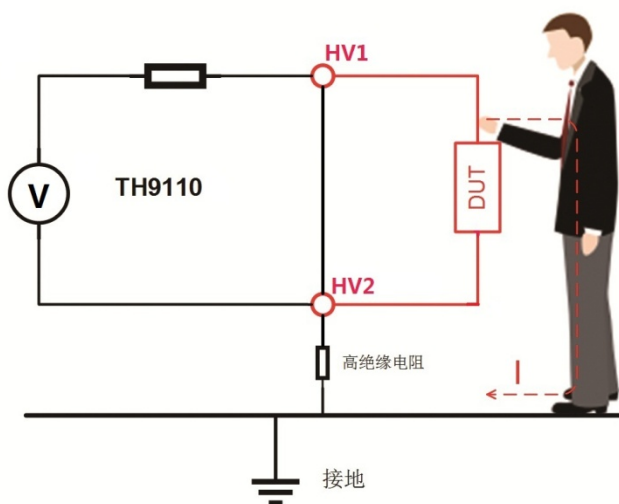
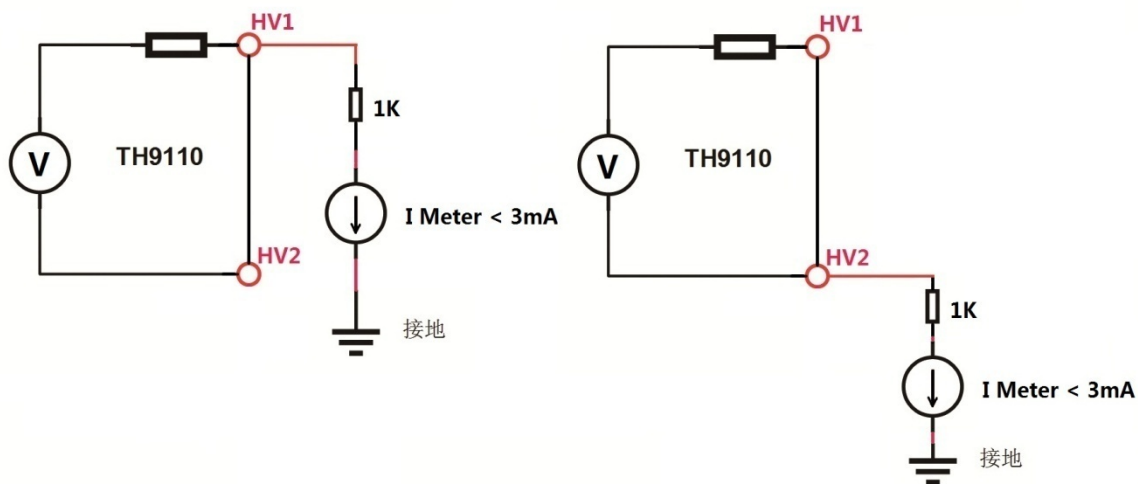

图 4-6
图 4-7 HV1 端/HV2 端对大地关系
b) 触电保护设置为浮地 FLOAT 时, 仪器高压输出高端 HV1, 高压输出低端 HV2 呈浮接状态, 如图 4-6 所示。当人体不小心接触到测试高压端时, 高压电路的低端 HV2 并未接地, 而是和地线隔离, 相当于接入一个高绝缘电阻, 因此通过人体的电流不会大于 3mA, 从而保证测试人员的安全。如图 4-7 所示。